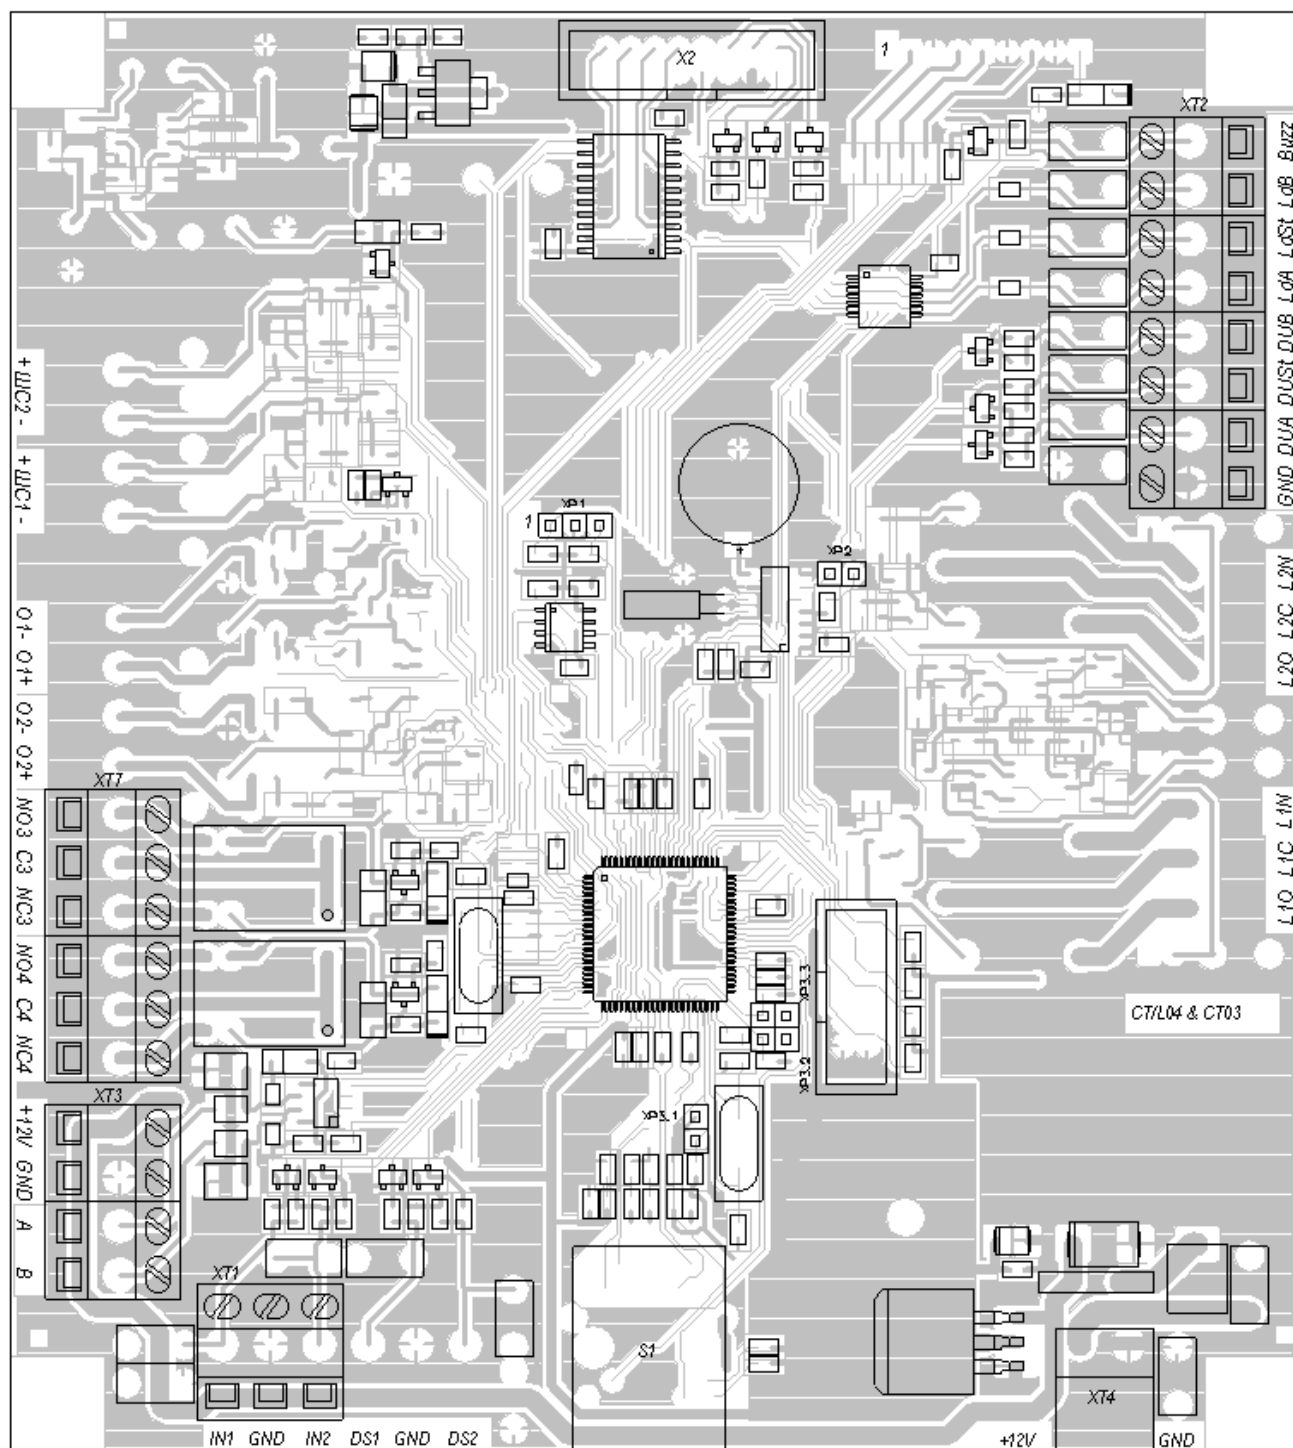

Рисунок 3.1 — Внешний вид платы контроллера *PERCo-CT03*
На лицевой панели пульта управления расположены три кнопки для задания режимов работы КТС01.3. Над кнопками расположены индикаторы. *Средняя* кнопка — кнопка *"Запрет прохода"* предназначена для переключения КТС01.3 в режим *"Запрет прохода"*. *Левая и правая* кнопки (далее — кнопки *"Разрешение прохода"*) предназначены для разблокировки КТС01.3 в выбранном направлении. Изменить ориентацию пульта управления относительно установки стойки КТС01.3 (если на месте установки стойка обращена к оператору не лицевой, а тыльной стороной) можно, поменяв местами провода от пульта управления, подключаемые на контакты *DUA* и *DUB*, а также *Led A* и *Led B* соответственно (рисунок 3.1).
5.3.2 Подключение указанных в п. 5.3.1.1 автономных устройств производится к клеммным колодкам платы PERCo-CT03 (рисунок 3.1) в соответствии с Руководством по эксплуатации.